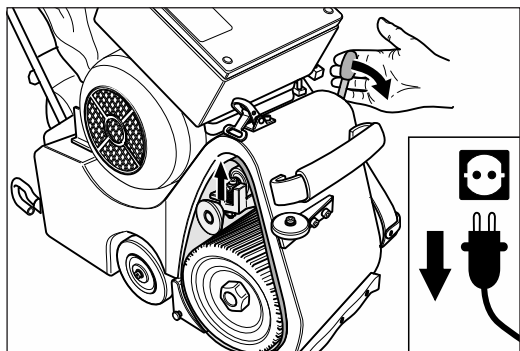

Abb. 15 Den Bedienungshebel des Aggregats nach unten drücken. Das Schleifband wird gespannt. Abbildung ähnlich.
11 Um das Schleifband zu spannen, drücken Sie den Bedienungshebel des Aggregats nach unten (Abb. 15).
- Vor dem Einschalten der Maschine immer das Schleifband spannen (Abb. 15)!